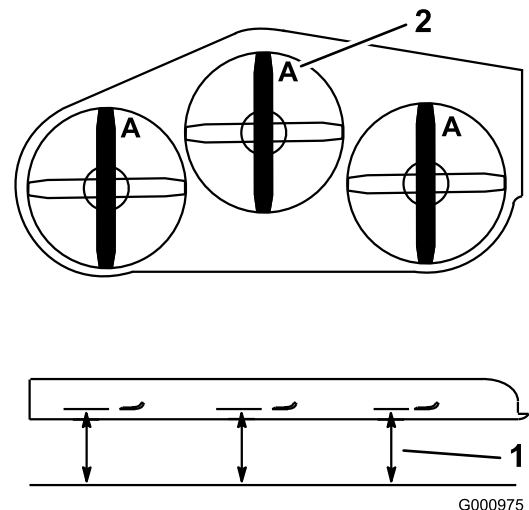

Figura 81
2. Mida desde una superficie nivelada hasta el filo de corte, posición A, de las cuchillas (Figura 81).